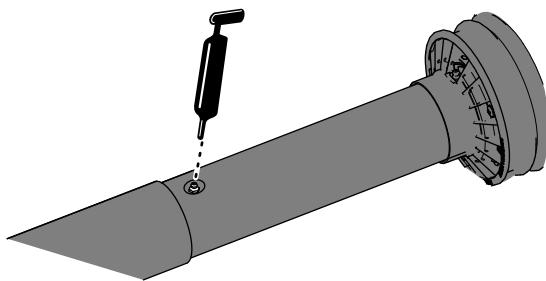

Figura 10
- Estendete parzialmente l'albero di trasmissione della PDF per accedere al raccordo di ingassaggio vicino alla parte centrale della protezione interna dell'albero di trasmissione (Figura 10).
- Applicate grasso al raccordo di ingassaggio per il giunto dell'albero di trasmissione telescopico, come illustrato nella Figura 10.